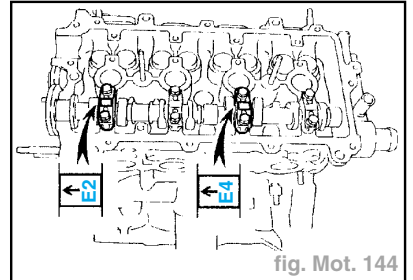

fig. Mot. 144
- Reposer les chapeaux de palier d'arbre à cames n°2 et n°3 avec les 4 boulons. Serrer au couple prescrit de **1,30 daN.m** (fig. Mot. 144).